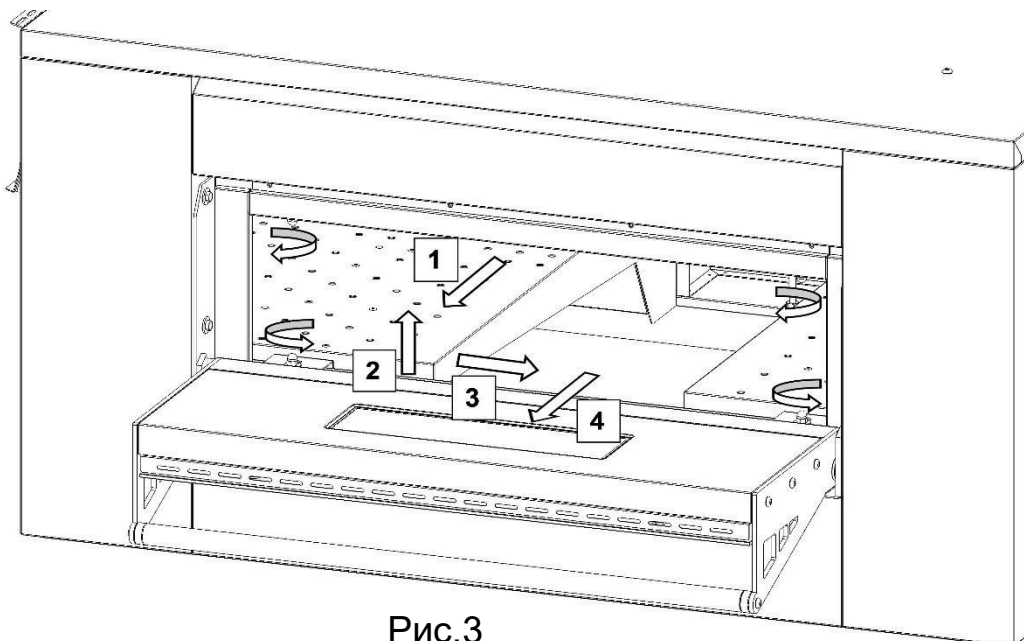

Рис.3
8. Откройте боковой люк и отвинтите гайки с помощью ключа № 10. Наденьте прочные защитные перчатки, чтобы избежать царапин от острых металлических углов, выньте диффузоры (см. рис. 3, параграф 9.3.1).
7. Откройте боковой люк и отвинтите гайки с помощью ключа № 10 (рис. 3). Только для модели 06/40V: снимите боковую дверцу и открутите крепежные болты с помощью ключа № 10.
8. Обязательно наденьте пару плотных перчаток, чтобы избежать царапин от острых металлических углов, и извлеките диффузоры, как показано на рис. 3, следуя последовательности 1-2-3-4.